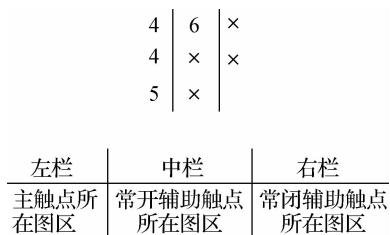
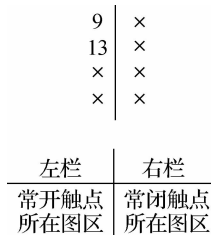

图 1-55 接触器线圈与触点的从属关系
图 1-56 继电器线圈与触点的从属关系
(1) 在电气原理图下方附图表示接触器和继电器的线圈与触点的从属关系。在 KM 或 KA 的文字符号下面会表述其触点所在位置的索引代号。对于未使用的触点用“×”表示。具体如图 1-55 和图 1-56 所示。